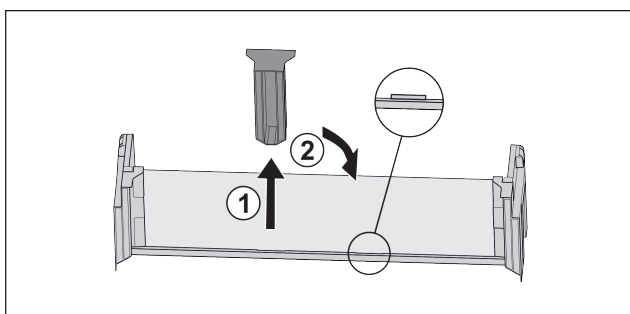

Fig. 118
- Estrarre l'elemento di supporto centrale Fig. 118 (1).
- Inserire l'elemento di supporto centrale sulla seconda posizione Fig. 118 (2).